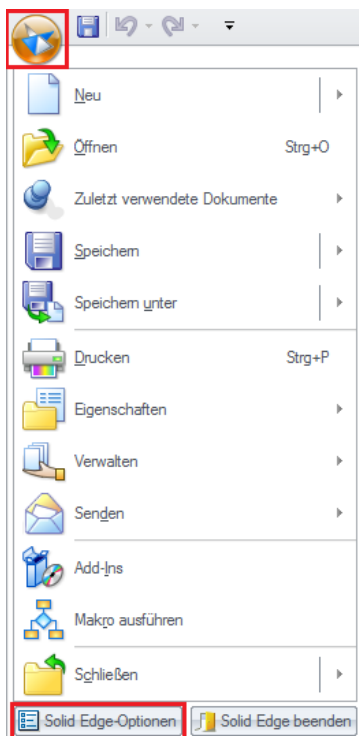
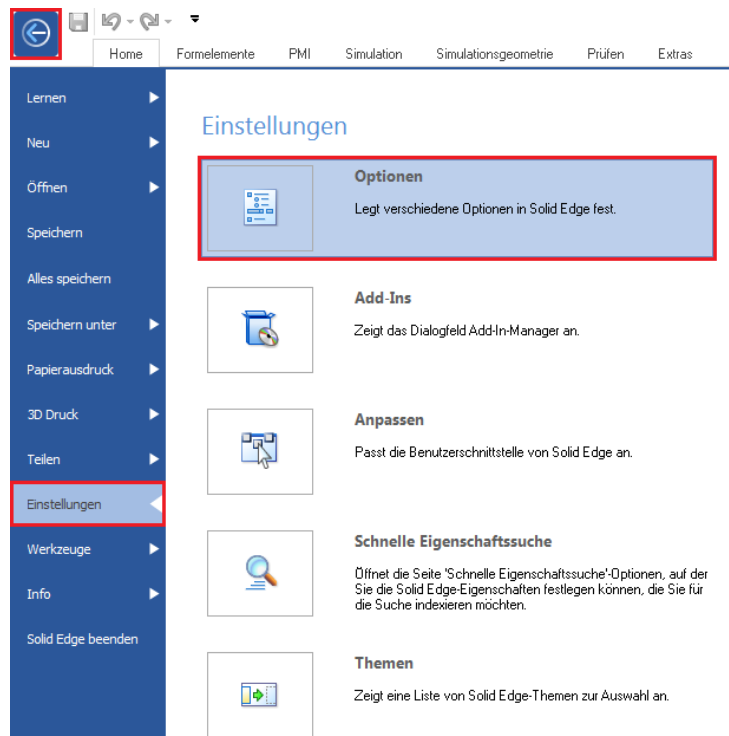

Abbildung 26
Abbildung 27
- 6.3. Öffnen Sie über die Anwendungsschaltfläche die Solid Edge-Optionen. Bei Version ST8 und früher gemäß Abb. 26 und ab Version ST9 gemäß Abb. 27.